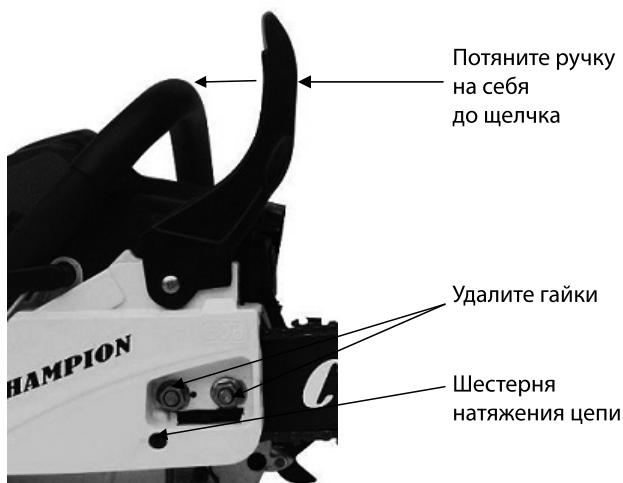

Рис.3
- Перед установкой шины и цепи убедитесь в том, что тормоз цепи находится в расторможенном положении. Для этого потяните ручку тормоза на себя в сторону передней рукоятки до щелчка.(рис.3)
- Ослабьте гайки и используя отвертку, крутите шестерню натяжения цепи (14) против часовой стрелки до тех пор , пока палец натяжения цепи не выкрутится в крайнее левое положение.